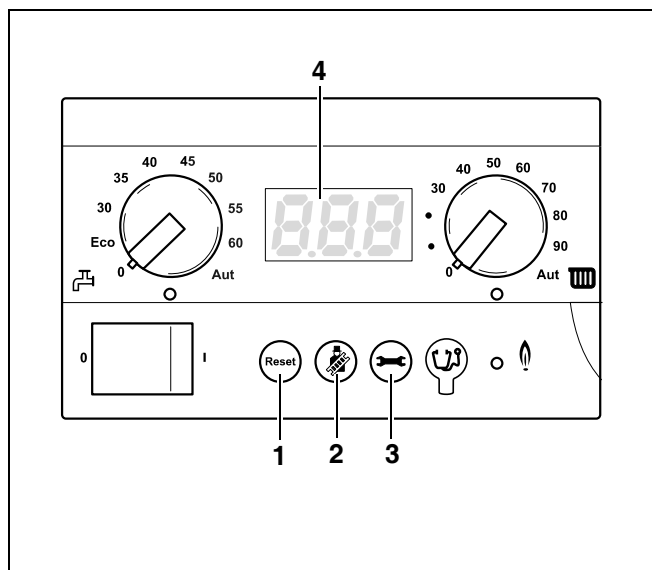

Fig. 20 Contrôleur de base BC10
Vous pouvez défiler dans le menu de la chaudière sur le BC10 à l'aide des touches "Reset", "Ramoneur" et "Affichage d'état" (fig. 20, **pos. 1, 2 et 3**) et à l'aide de l'écran (fig. 20, **pos. 4**) avec les menus du tableau 5, 6 et 7.